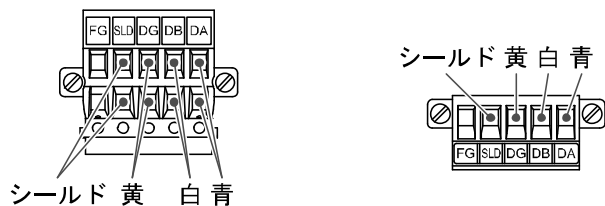

図 1
(1) 信号線は、指定のピンに必ず配線してください。(図 1 参照)